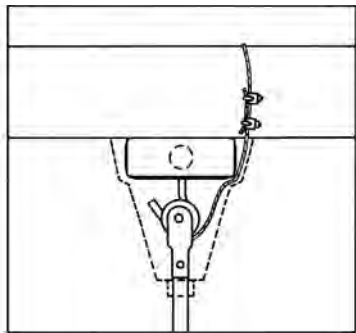

Figure 3
9. Ce ventilateur est équipé d'un câble de soutien de secours nécessaire. Il peut être fixé à la structure de poutre et accroché solidement d'une façon telle qu'il puisse supporter le poids du ventilateur dans l'éventualité où le crochet de fixation ou une autre partie casse. Après avoir enroulé le câble autour d'une partie de structure pouvant supporter 137 kg, fixez ce câble avec les serre-câbles fournis comme illustré en Figure 3 (REMARQUE : Tout matériel additionnel nécessaire pour des installations spécifiques peut être acheté chez votre distributeur local).
IMPORTANT PRÉCAUTION : Le câble de sécurité ne doit pas être placé entre le cylindre en caoutchouc et le crochet, mais plutôt comme illustré en Figure 3.
10. Quand vous suspendez le ventilateur sur le crochet en J fourni par l'usine, assurez-vous que le câble en haut de la tige est positionné derrière le crochet en J comme illustré en Figure 3.